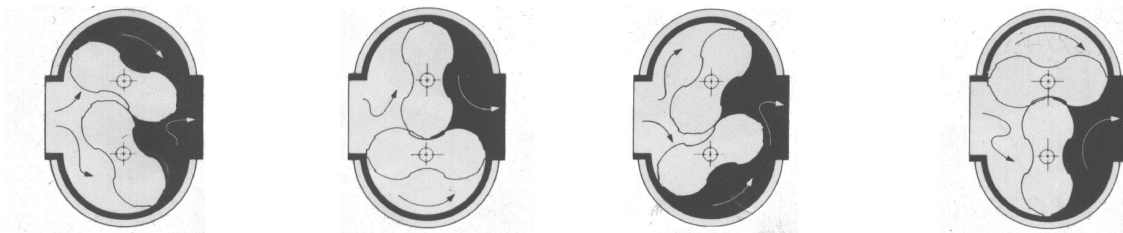

图 2
2.2、智能气体罗茨流量计的工作原理（见图 2）
智能气体罗茨流量计，主要由壳体、共轭转子和智能流量积算仪等部件构成。装于计量室内的一对共轭转子在流通气体的出入口压差（ $P_{\text{入}} > P_{\text{出}}$ ）作用下，通过精密加工的调校齿轮使转子保持正确的相对位置。转子间、转子与壳体、转子与墙板间保持最佳工作间隙，实现了连续的无接触密封。转子每转动一周，则输出四倍计量室有效容积的气体。其计量过程和工作原理如图 2 所示（图中仅表示了四分之一周期）。